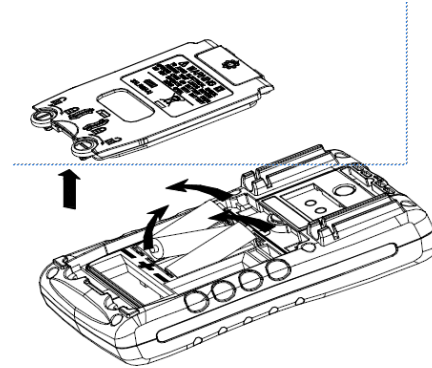

Abbildung 10. Batterie wechseln
2. Mit einem Schlitzschraubendreher die Schraube der Batterietür $\frac{1}{4}$ Umdrehung gegen den Uhrzeigersinn drehen und die Tür abnehmen (siehe Abb. 10).